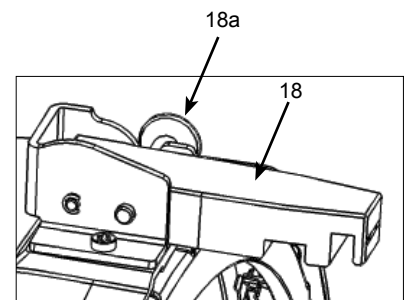

Abb. 5 / figure 5
- Torsicherung (18) durch Ziehen des seitlich angebrachten Knopfes (18a, Abb. 5) öffnen.
- Open the top latch (18) by pulling the button at the side (18a, fig. 5).